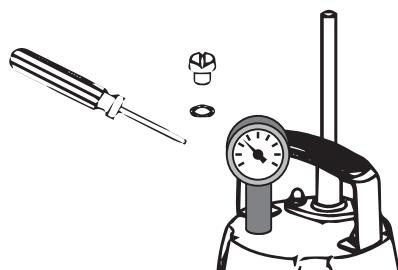

Рис. 7
- Проверка герметичности. Данную проверку следует проводить совместно с заменой масла, после его слива из масляной камеры. Выкрутите винт-пробку на крышкике электродвигателя (рис. 7). В освободившееся отверстие установите манометр или компрессометр. С помощью компрессора или насоса для опресовки подайте на 30 секунд давление 0,2 МПа в отверстие для слива/залива масла. Контролируйте процесс по показаниям на измерительном приборе.